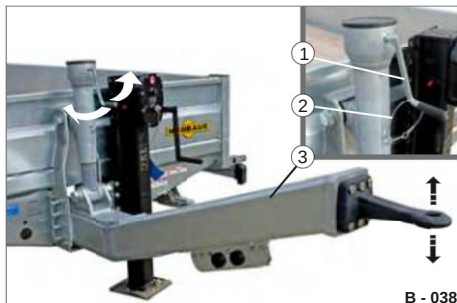

Fig. 37 Regolazione dell'altezza del timone
• Scollegare la fune di sicurezza (Fig. 37/2).
• Girare la manovella (Fig. 37/1) a destra o a sinistra e regolare l'altezza del timone (Fig. 37/3) del gancio a bullone (Fig. 40/2) sul trattore.
• Regolare la manovella (Fig. 37/1) verso il basso.
• Fissare la fune di sicurezza (Fig. 37/2).